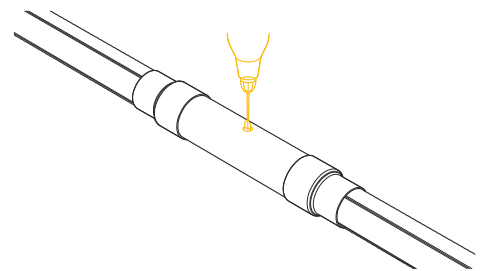

Рис. 4.8.10
10. Перьевым сверлом ($D=20$ мм) просверлить отверстие для заливки пенополиуретана (рис. 4.8.10).